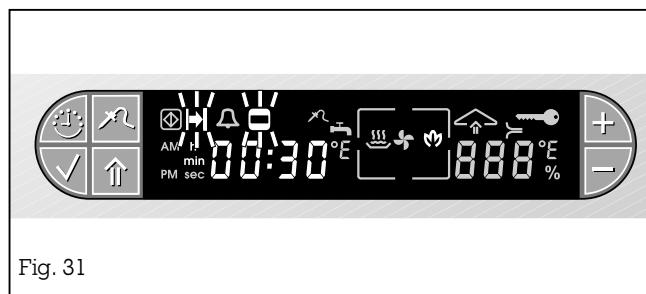

Fig. 31
- Le symbole (nettoyage) et les symboles (durée) et (temps de cuisson) clignotent sur l'afficheur (fig. 31).